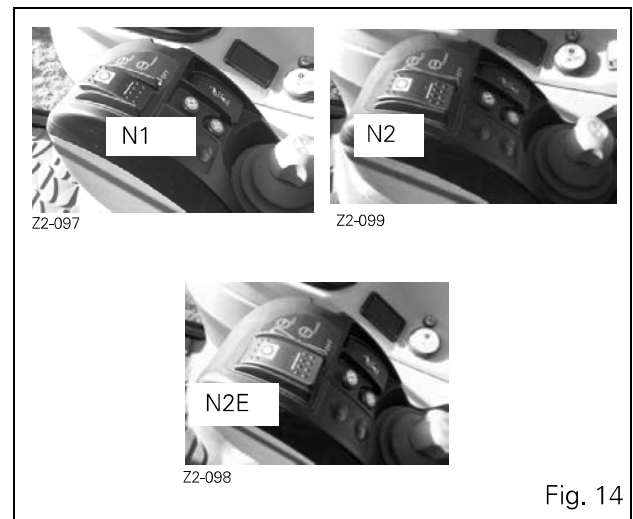

Fig. 14
- Dynashift automation 2, Fig. 14.